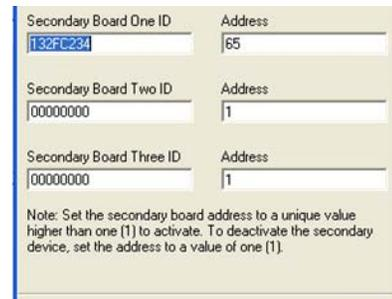
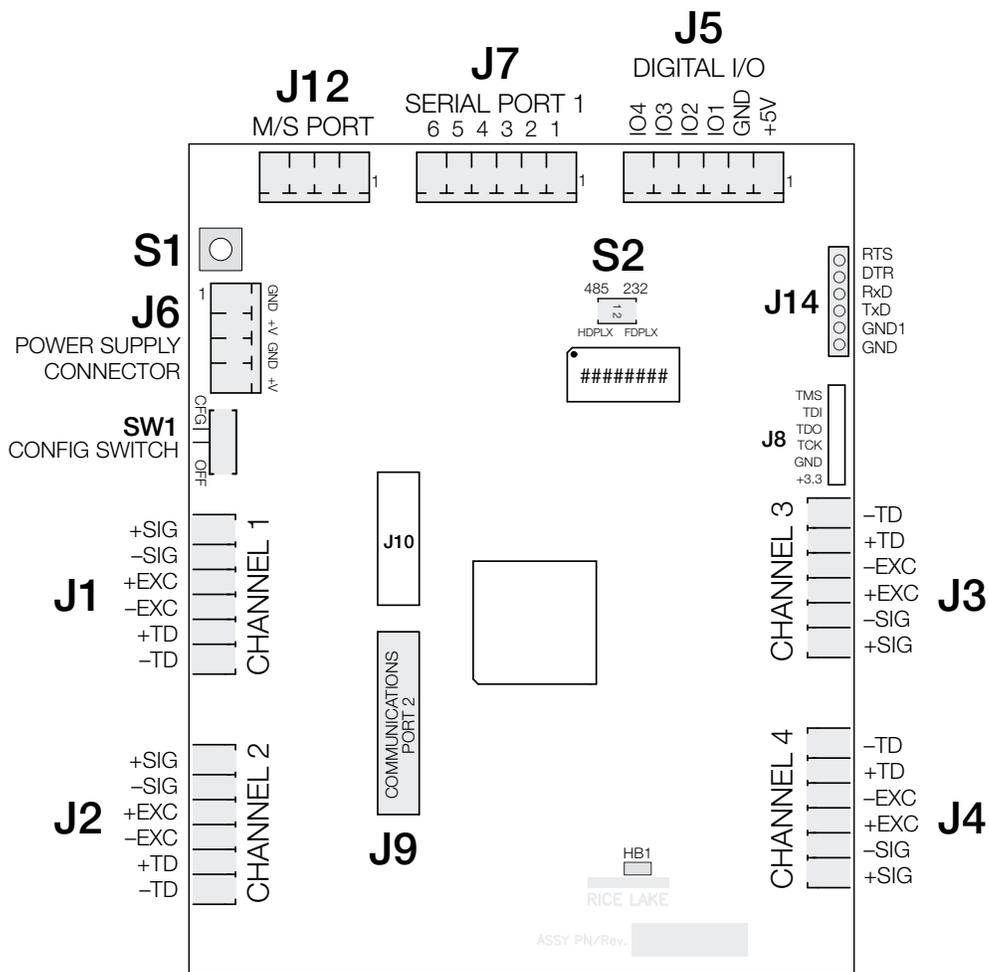

Figura 10. circuitos Secundario de Comunicaciones
Figura 12. Circuitos CPU del iQube2
3. Asegúrese que los dip switches S2 en el circuitos CPU del iQUBE² se encuentran asignados a 485 (Ambos, 1,2 en OFF). Vea la ilustración en la Figura 12 de la página 4 del circuitos CPU del iQUBE² la localización del dip switch S2.
circuitos secundario (ver Figura 12, página 4). En la caja de texto *Address*, ingrese un número mayor de 1. Se recomienda iniciar en 65 la numeración del circuitos secundario (ver Figura 10).